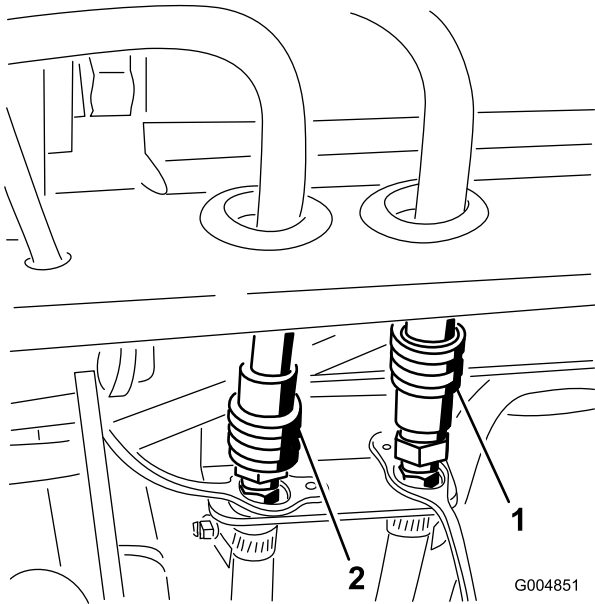

図 77
23. キャブから高圧側および戻り側のホースを外す 図 77。